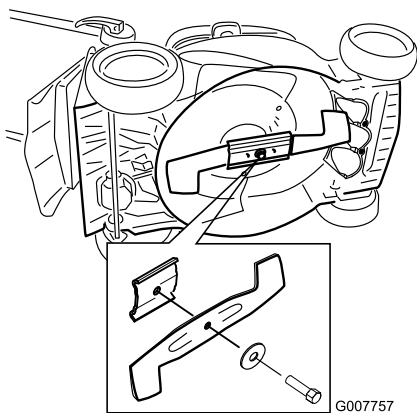

Figura 30
2. Inclinate il tosaerba sul fianco, con il filtro dell'aria in alto (Figura 30).